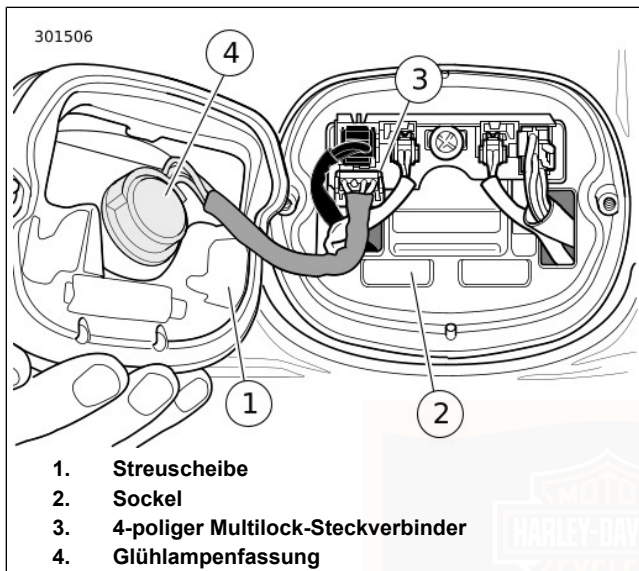

Abbildung 72. Schlussleuchten-Baugruppe
2. Siehe Abbildung 72. Schlussleuchten-Steckverbinder (3) abklemmen.
2. Fassung (4) in die Schlussleuchtenbaulampe einstecken. Eine Vierteldrehung im Uhrzeigersinn drehen.
3. Siehe Abbildung 72. Schlussleuchten-Steckverbinder (3) anschließen.